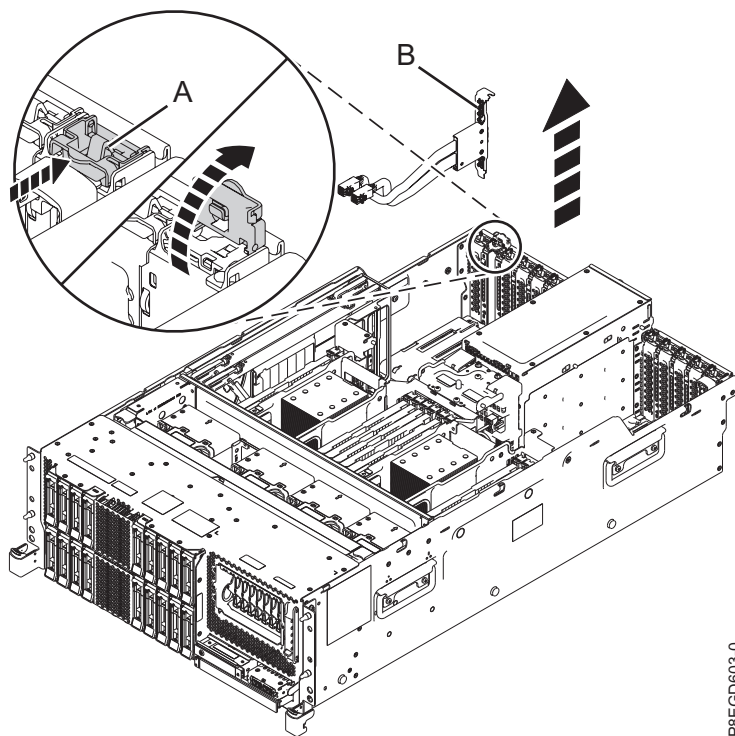

図 5. 背面 SAS ケーブルの取り外し
14. システムの背面で、PCI アダプター・スロット P1-C11 の PCI リテーナー (A) の止め金を外します。図 5 に示すように、背面 SAS ケーブル (B) を取り外します。